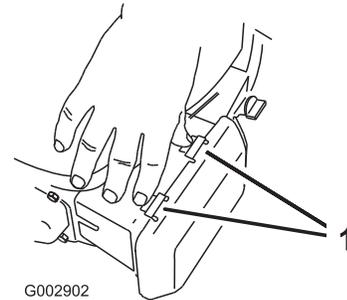

Figura 17
1. Presione hacia abajo los cierres de la parte superior de la tapa del limpiador de aire (Figura 17).
3. Retire el elemento del limpiador de aire (Figura 17).